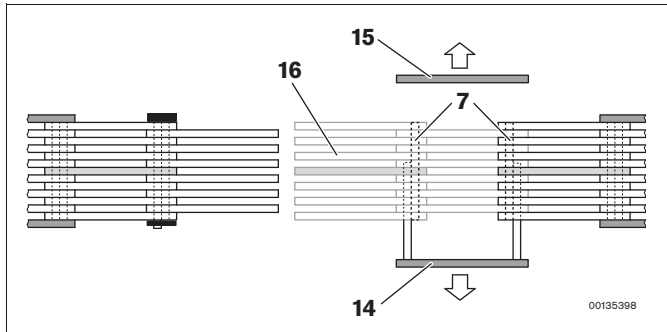

Abb. 12: Kürzen: Einzelteile entfernen
3. **Kürzen:** Entfernen Sie die Schweißblase (14), beide Wiegezapfen (7), die Einzellasche (15) und das Teilstück der Zahnkette (16) (siehe Abb. 12).